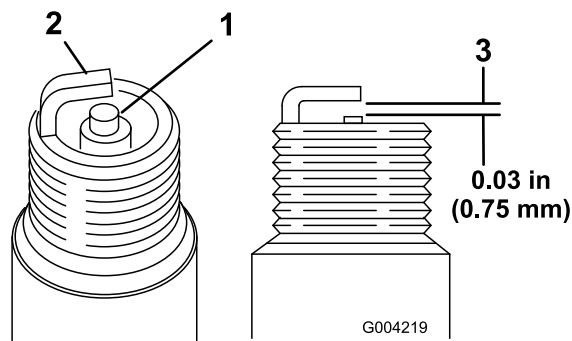

図 47
1. 中央の電極部を観察する 図 47。絶縁体部がうす茶色や灰色なら適正、碍子が黒くなっているのは不完全燃焼であるエアクリーナの汚れが原因であることが多い。
2. プラグの電極間のエアギャップ 図 47を点検し、
3. 適正值から外れていれば外側の電極 図 47を曲げて調整する。